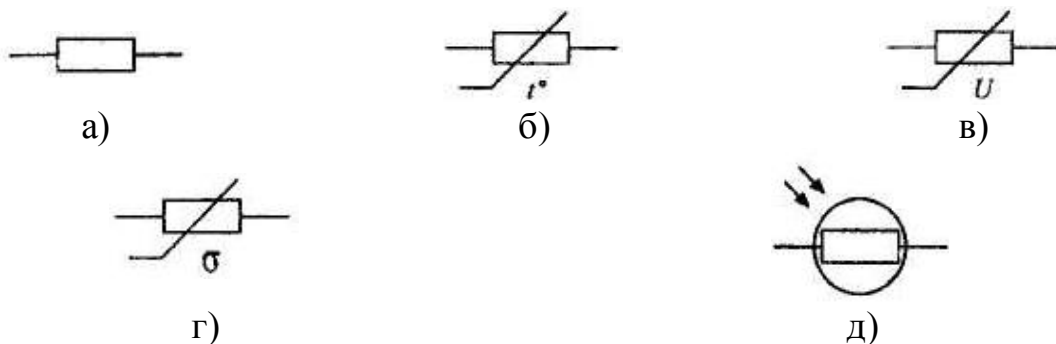

Рис. 2.1. Умовні позначення напівпровідникових резисторів.
1. лінійні резистори (рис. 2.1, а);
2. терморезистори (рис. 2.1, б):
3. варистори (рис. 2.1, в);
4. тензорезистори (рис. 2.1, г);
5. фоторезистори (рис. 2.1, д).